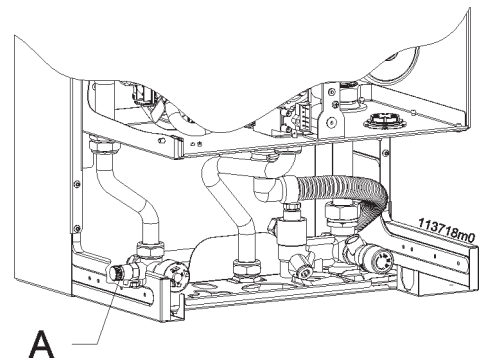

Рисунок 38 - Кран выпуска воды из системы отопления
- установить на сливной кран "А" и "В" (см.рис. 38) гибкий шланг и направить в место слива (раковина и т.п.)
- открыть сливной кран "А"; рис. 38
- после удаления воды закрыть краны выпуска воздуха термосифонов, и сливной кран "А" рис. 38